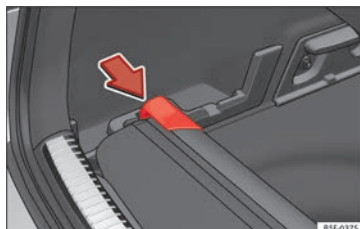

Bild 166 I bagageutrymmet: plats för att förvara hatthyllan.
- Tryck huvuddelen av hatthyllan i pilens riktning tills den är inpassad i dess hölje » **bild 166**.